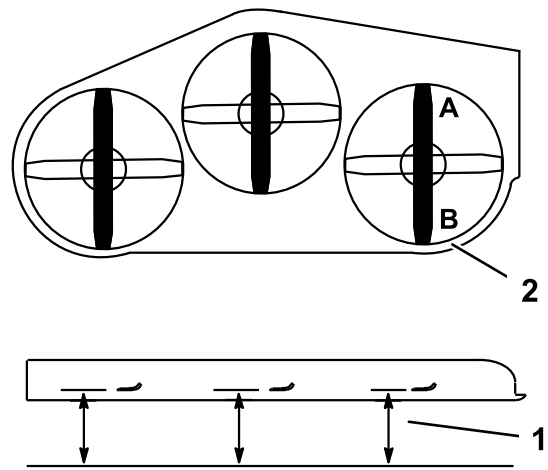

**Figura 82**
1. Afloje la tuerca lateral y la contratuerca de las horquillas que desea ajustar (Figura 82).
2. Gire el perno superior de las horquillas para ajustar la altura de la carcasa de corte (Figura 82).